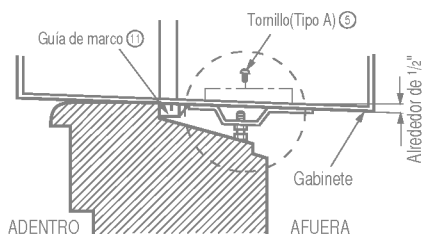

Fig. 4
Seleccione la posición en la que colocará el soporte del dintel ② cerca del punto más externo del dintel. (Ver Fig. 4)
Agregue el soporte del dintel ② al hueco de la guía del gabinete según la posición seleccionada usando 2 tornillos tipo A en cada soporte (Ver Fig. 4).